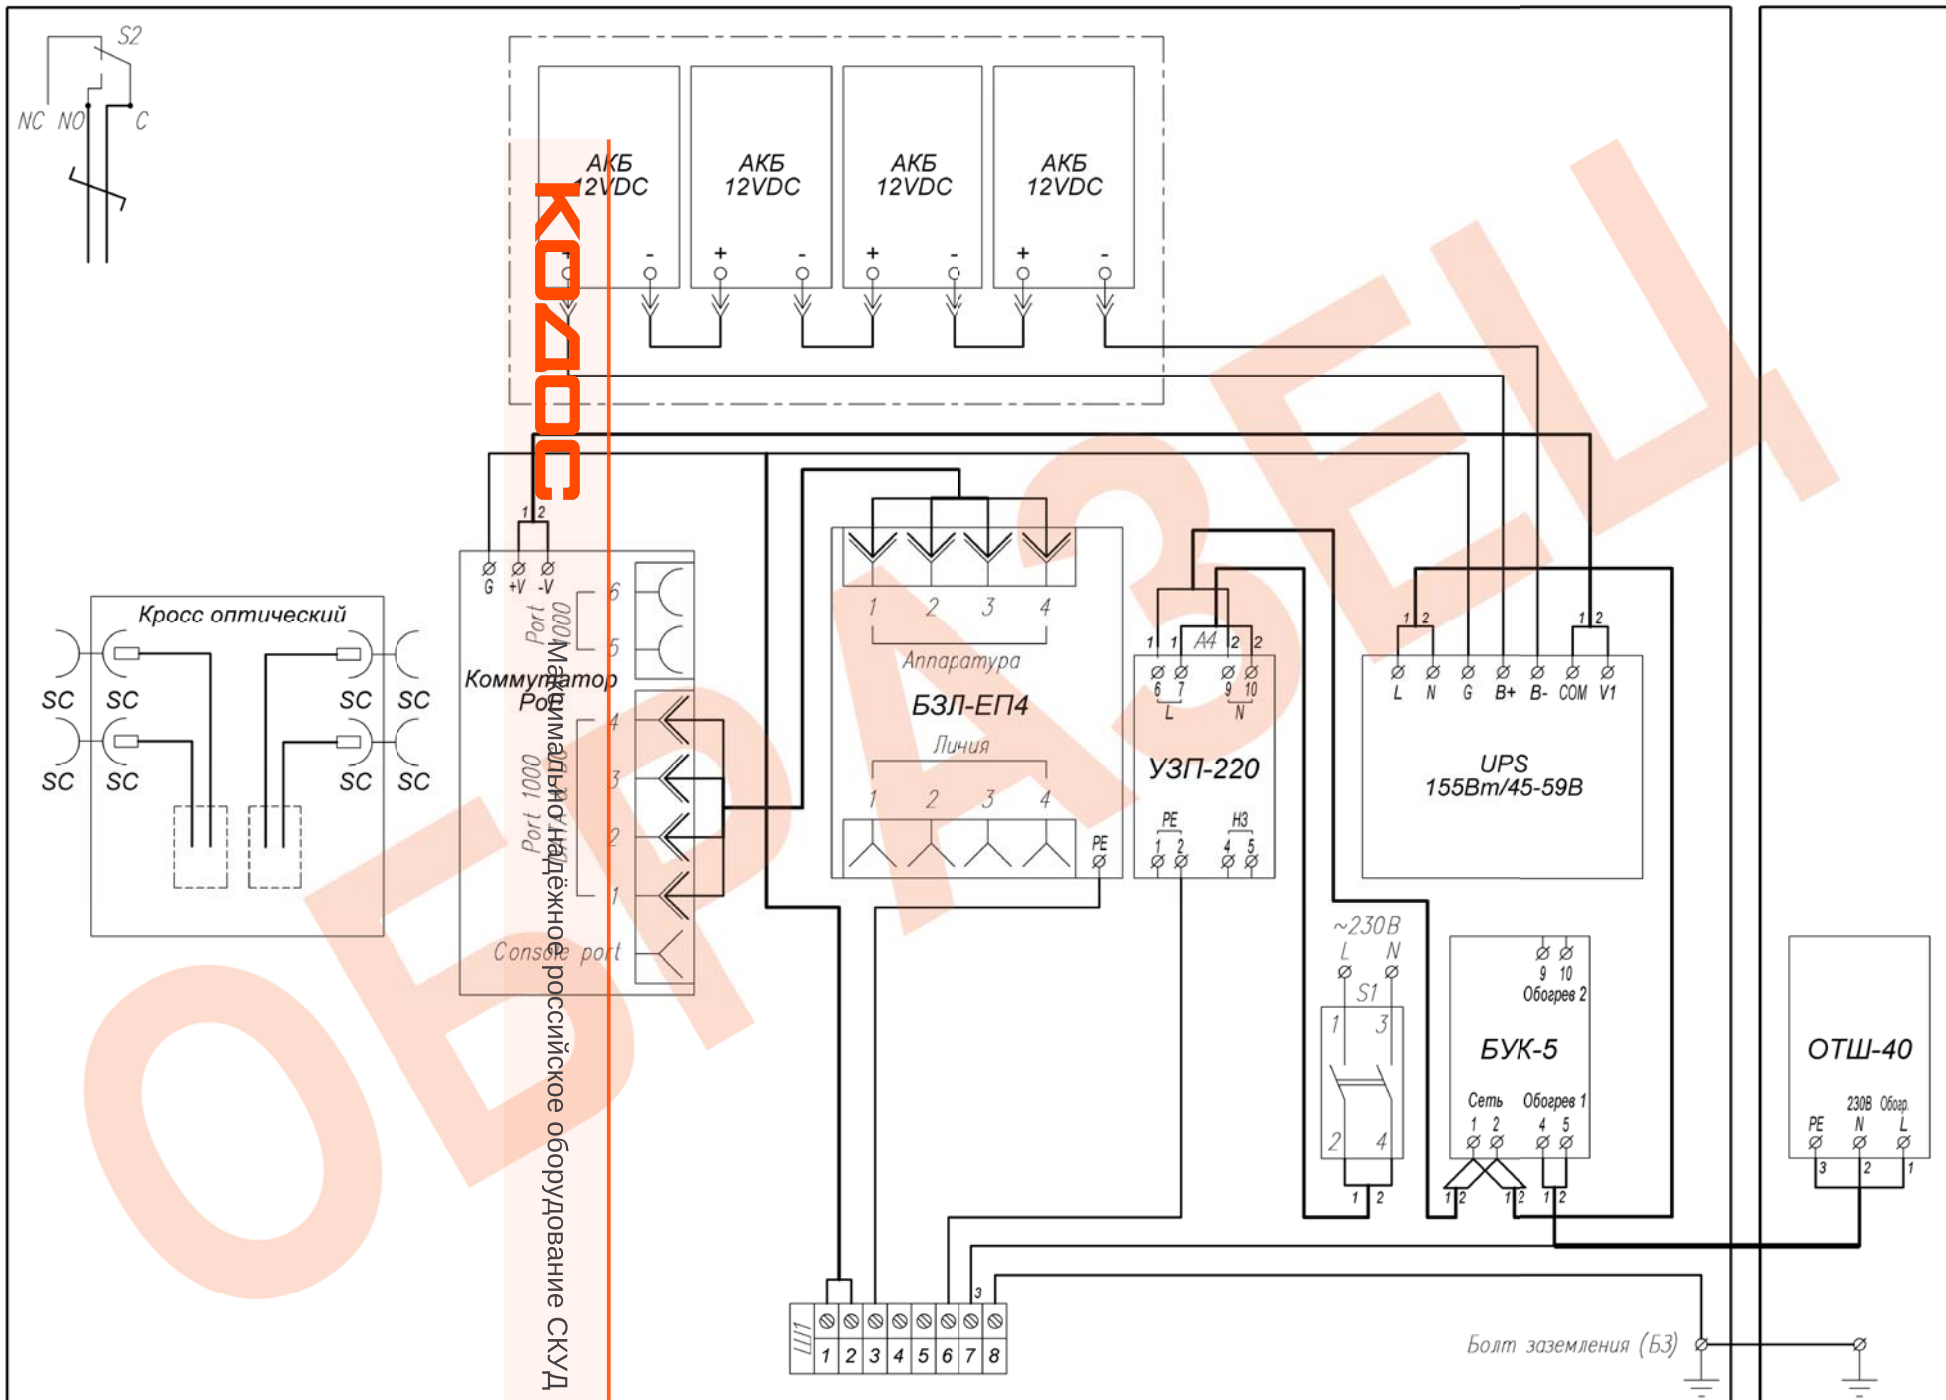

Рис.1 Схема электрическая принципиальная
1. Заземлить изделие при помощи болта заземления (Ш1) (рис.1).
4. Подключить АКБ к UPS преобразователю согласно схеме (рис.1).